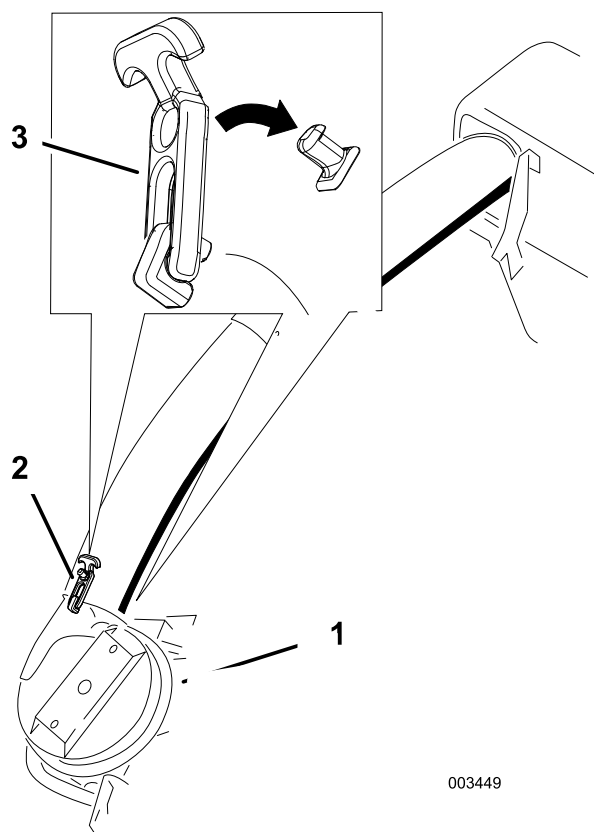

Figura 35
6. Fate scorrere il tubo inferiore sull'alloggiamento del soffiatore e fissateli insieme (Figura 35).